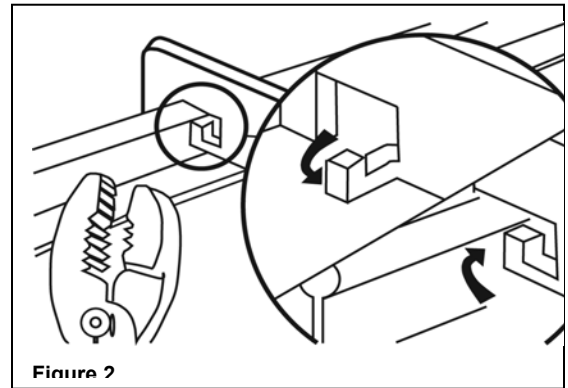

Figure 2
- 4.) Locate the T-bar slots near the ends of the bar hangers, bend the tabs out at 45 degree angle from the bar hanger at each end. Snap the bar hangers over the ceiling T-bars for a secure fit. (See Figure 2.)
- 4.) Localiser les rainures pour profilé en T aux extrémités des supports, plier les languettes vers l'extérieur à 45° des supports, à chaque extrémité. Enclencher les supports sur les profilés en T du plafond pour fixer solidement. (Voir la Fig. 2)